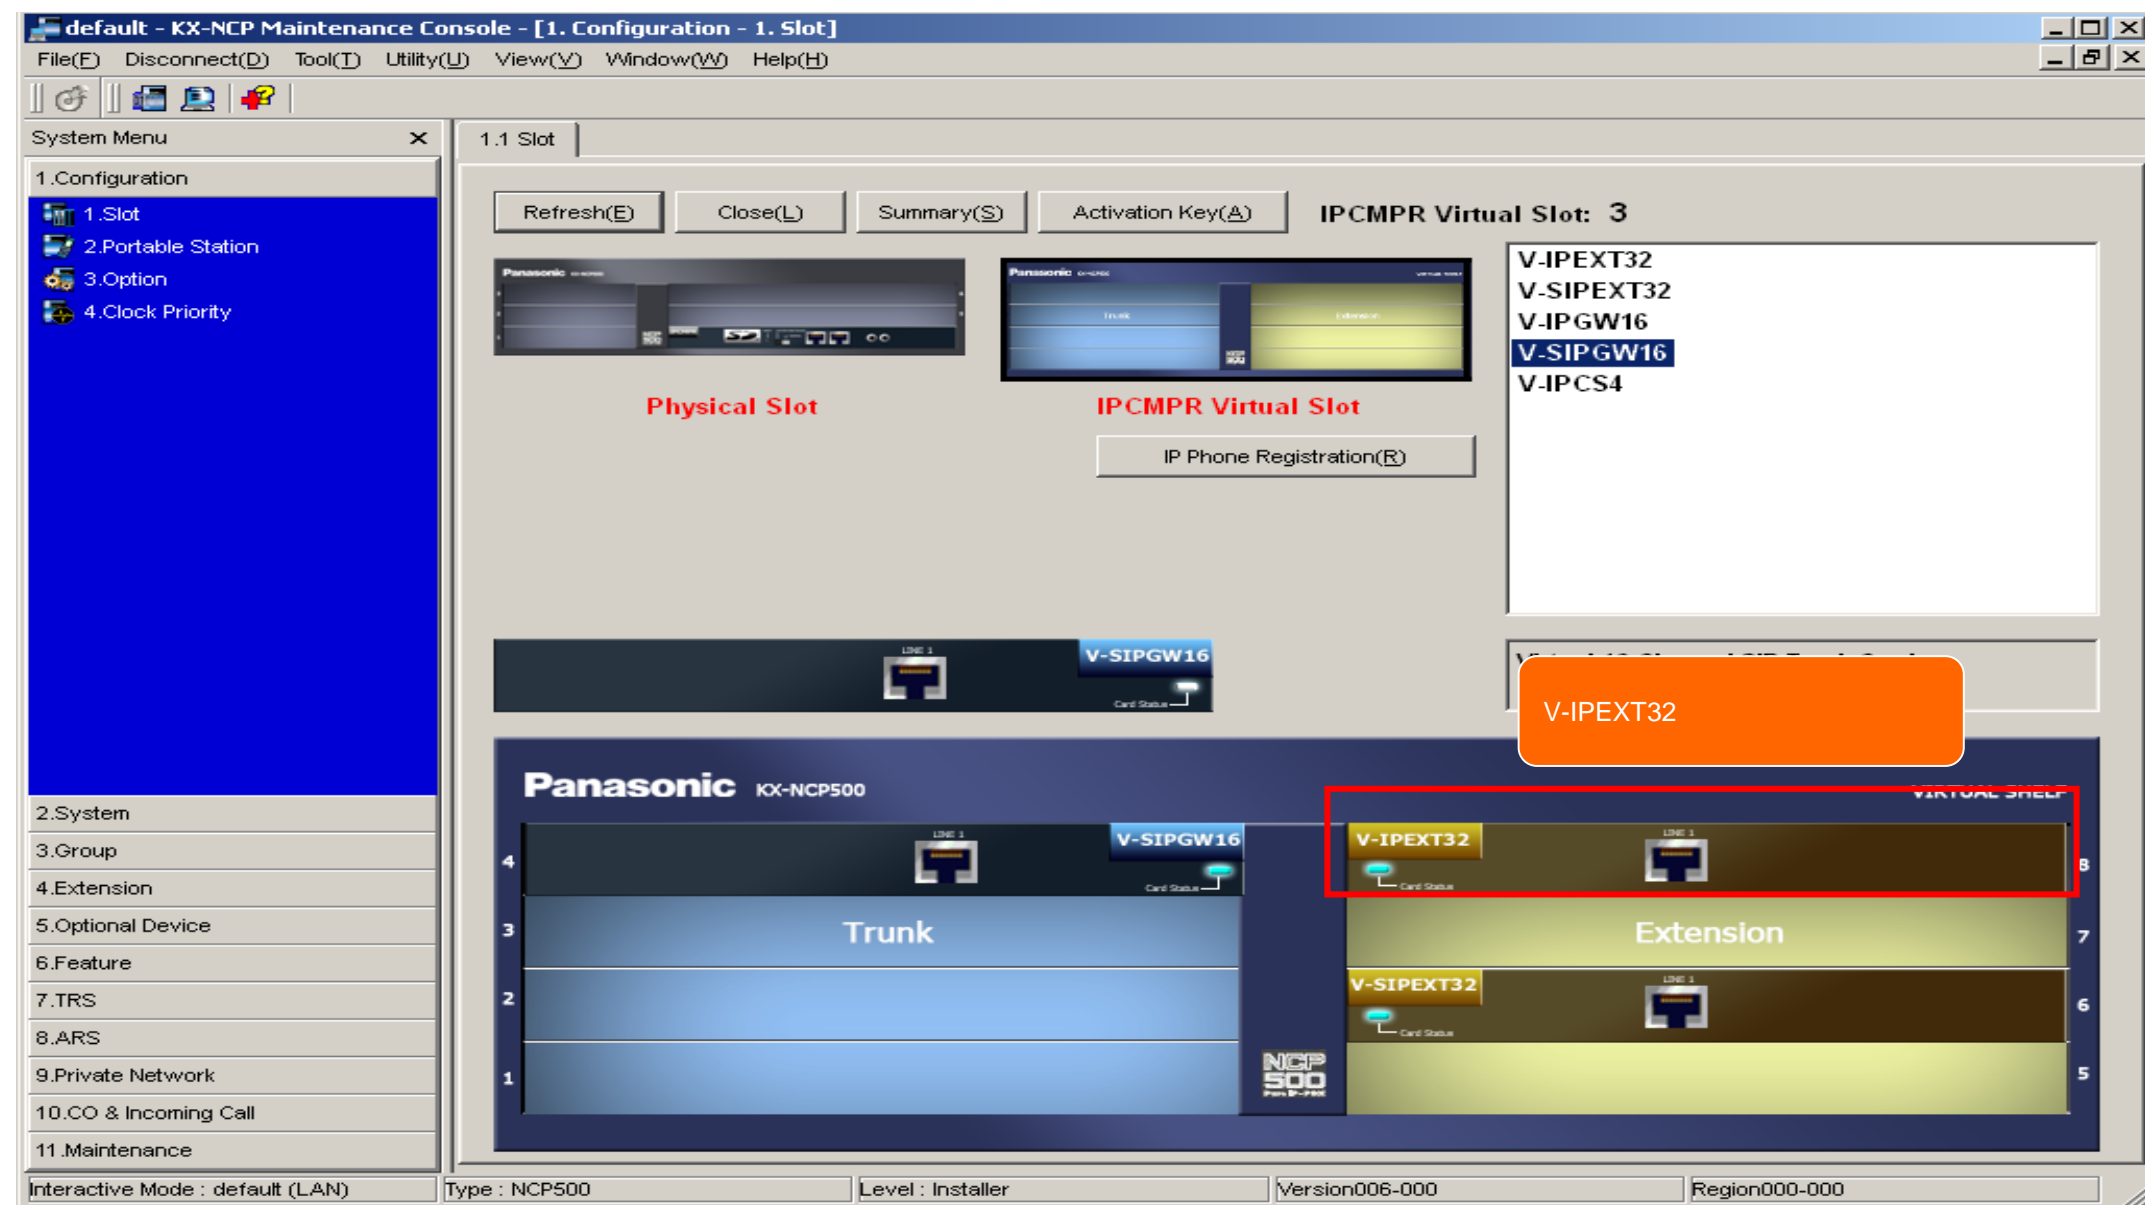

Figura 10. Habilidad de tarjetas electrónicas.
a) Clic derecho sobre la tarjeta Virtual V-IPEXT32. Ver Figura 10.